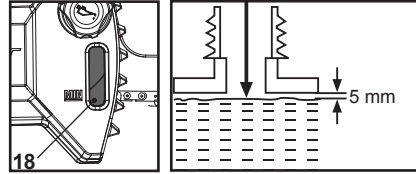

Fig. 10
4. Lors du remplissage, veiller à ce que le niveau d'huile dépasse le repère « MIN » sur le regard de niveau d'huile (18) tout en s'assurant de ne pas remplir excessivement et de laisser un vide d'environ 5mm entre le niveau d'huile et le bord intérieur du réservoir pour permettre la dilatation (Fig. 10).